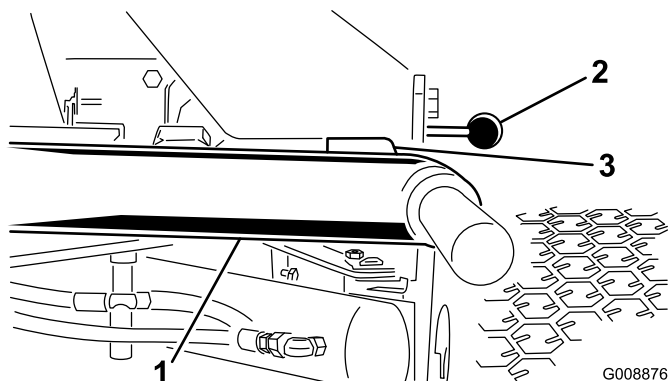

Figure 6
1. Mettez le moteur en marche, relevez les tabliers de coupe et vérifiez qu'un espace de 5 à 8 mm (0,18 à 0,32 po) sépare chaque bras de relevage du support du panneau de plancher, comme montré à la Figure 6.